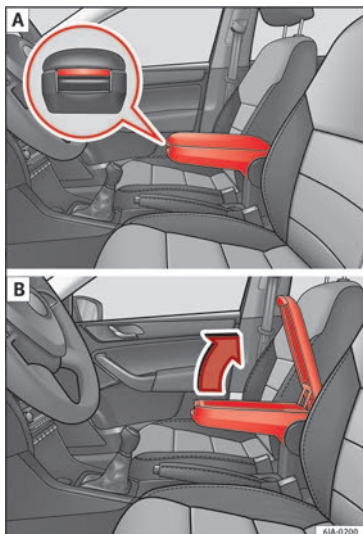

Fig. 61 Apoio de braços/abrir e fechar o porta-objetos.
- Pressione o botão que se encontra na parte dianteira do apoio de braços » **Fig. 61 - [A]**.
- Levante a tampa do compartimento para objetos » **Fig. 61 - [B]**.